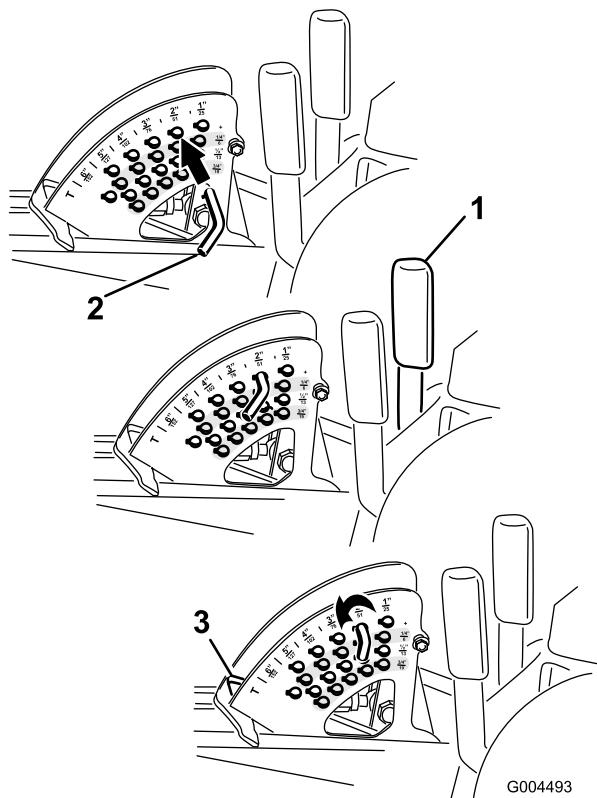

Figura 23
Nota: Para bloquear a plataforma do cortador numa posição elevada, levante a plataforma passando a posição de 15 cm, retire o pino de bloqueio da altura de corte (consulte Ajustar a Altura de Corte), e coloque o pino na posição da altura de corte de 15 cm (Figura 23).
1. Com o motor a trabalhar empurre para trás a alavanca de elevação da plataforma até que a plataforma de corte esteja completamente levantada e **solté imediatamente a alavanca** (Figura 23).
2. Para ajustar, rode o pino de bloqueio até que o pino do mesmo fique alinhado com as ranhuras nos orifícios no suporte da altura de corte e remova-o (Figura 23).
3. Selecione um orifício, no suporte da altura de corte, que corresponda a altura de corte desejada, insira o pino e rode-o para o bloquear no lugar (Figura 23).
Nota: Existem duas filas de posições de orifícios (Figura 23). A fila de cima dá-lhe a altura de corte listada por cima do pino. A segunda fila dá-lhe a altura de corte listada mais 6 mm. A terceira fila dá-lhe a altura de corte listada mais 12 mm. A fila de baixo dá-lhe a altura de corte listada mais 18 mm. Para a posição de 15,8 cm só existe um orifício, colocado na segunda fila. Isto não acrescenta 6 mm à posição de 15,8 cm.